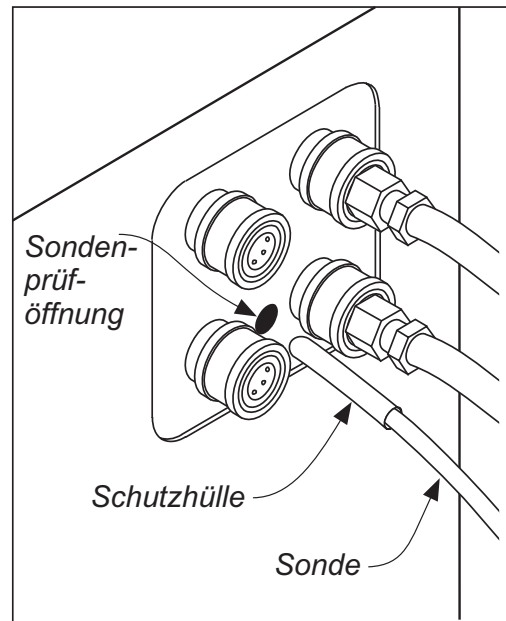

Abbildung 7 – Sondenprüföffnung
1. Fügen Sie die Sonde zuerst in die Schutzhülle und dann in die *SONDENPRÜFÖFFNUNG* auf der Gerätefrontplatte (Abb. 7).